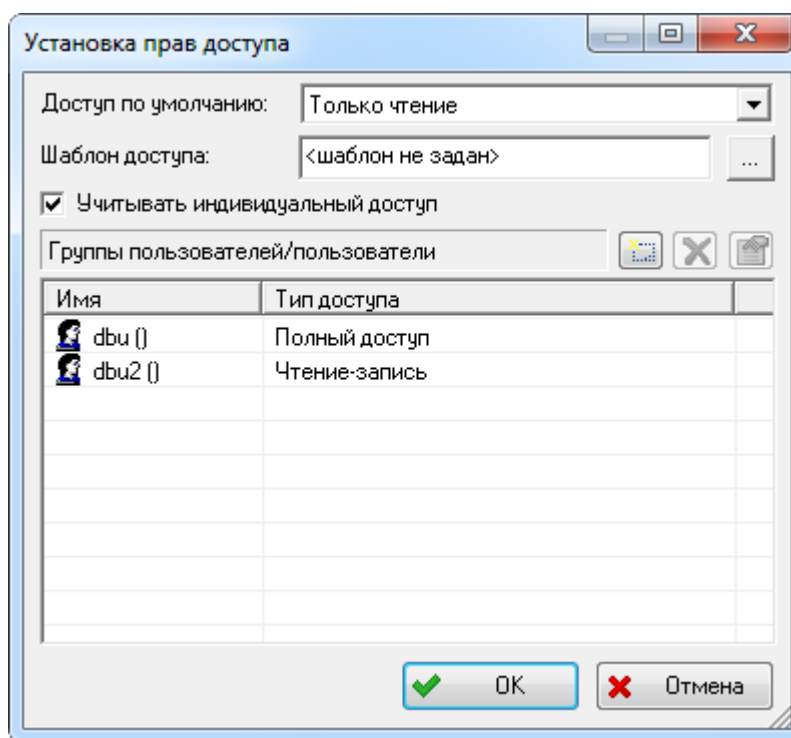

Рис. 6-9 – Список пользователей с индивидуальным доступом к объекту БД
9) Нажать кнопку «Добавить». После этого выбранные пользователи появятся в списке пользователей с индивидуальным доступом (рис. 6-9).